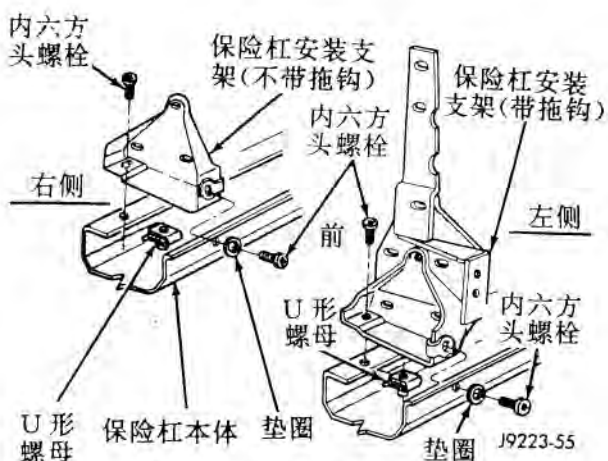
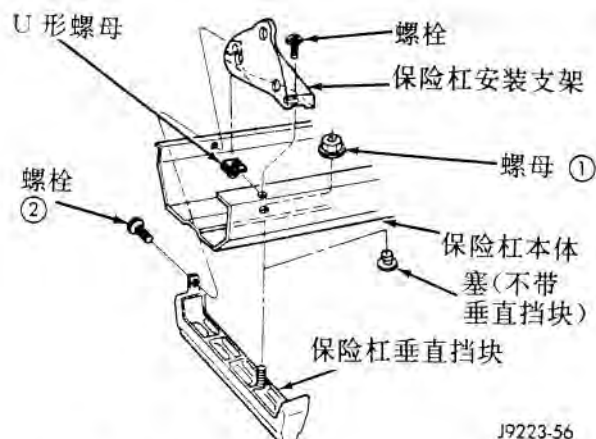

图6 保险杠安装支架的拆装
图7 保险杠垂直挡块的拆装
(10) 从保险杠本体上拆下保险杠安装支架(图6)、垂直挡块(图7)和保险杠端盖(图
(图 7) 安装到保险杠本体上。按图 7 指示的顺序紧固连接零件。锁紧螺母的紧固扭矩为 20 牛·米 (15 磅英尺)。紧固螺栓的拧紧扭矩为 56 牛·米 (41 磅英尺)。
(10) 从保险杠本体上拆下保险杠安装支架 (图 6)。
(1) 将保险杠垂直挡块和保险杠安装支架安装到保险杠本体上 (图 7)。按图 7 所指顺序拧紧连接零件。锁母的拧紧扭矩为 20 牛·米 (15 磅·英尺)。螺栓的拧紧扭矩为 56 牛·米 (41 磅·英尺)。
(2) 如果不装保险杠垂直挡块, 将保险杠安装支架装到保险杠本体上 (图 6)。以 56 牛·米 (41 磅·英尺) 的拧紧扭矩将安装螺栓拧紧。